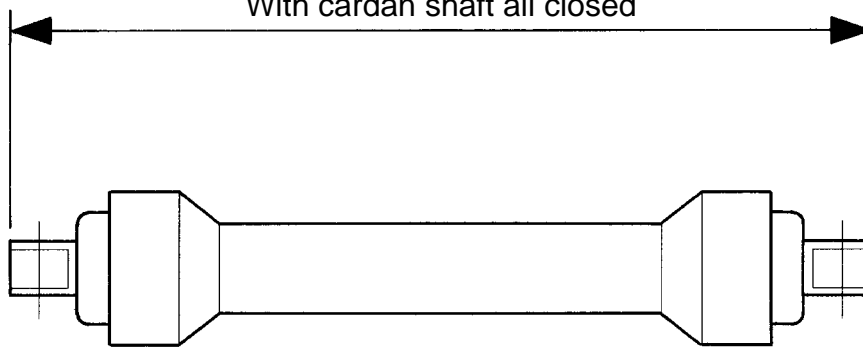

Fig. 4-17 Determinazione della distanza tra gli alberi della trinciatrice e della trattore
- Misurare la distanza fra l'albero in uscita dalla scatola ingranaggi della trinciatrice e l'albero in uscita dalla trattrice, quota **A** (Fig. 4-17).
- Misurare l'albero cardanico in posizione tutta chiusa, quota **B** (Fig. 4-17).
- Measure the distance between the gearbox PTO of the shredder and the tractor PTO, dimension **A** (Fig. 4-17).
- Measure the cardan shaft in its all closed position, dimension **B** (Fig. 4-17).
- Tagliare la protezione in plastica (Fig. 4-19-A) della quantità corrispondente a **B** "meno" **A** di Fig. 4-17.
- Cut the plastic cover (Fig. 4-19-A) to corresponding to **B** "minus" **A** of Fig 4-17.